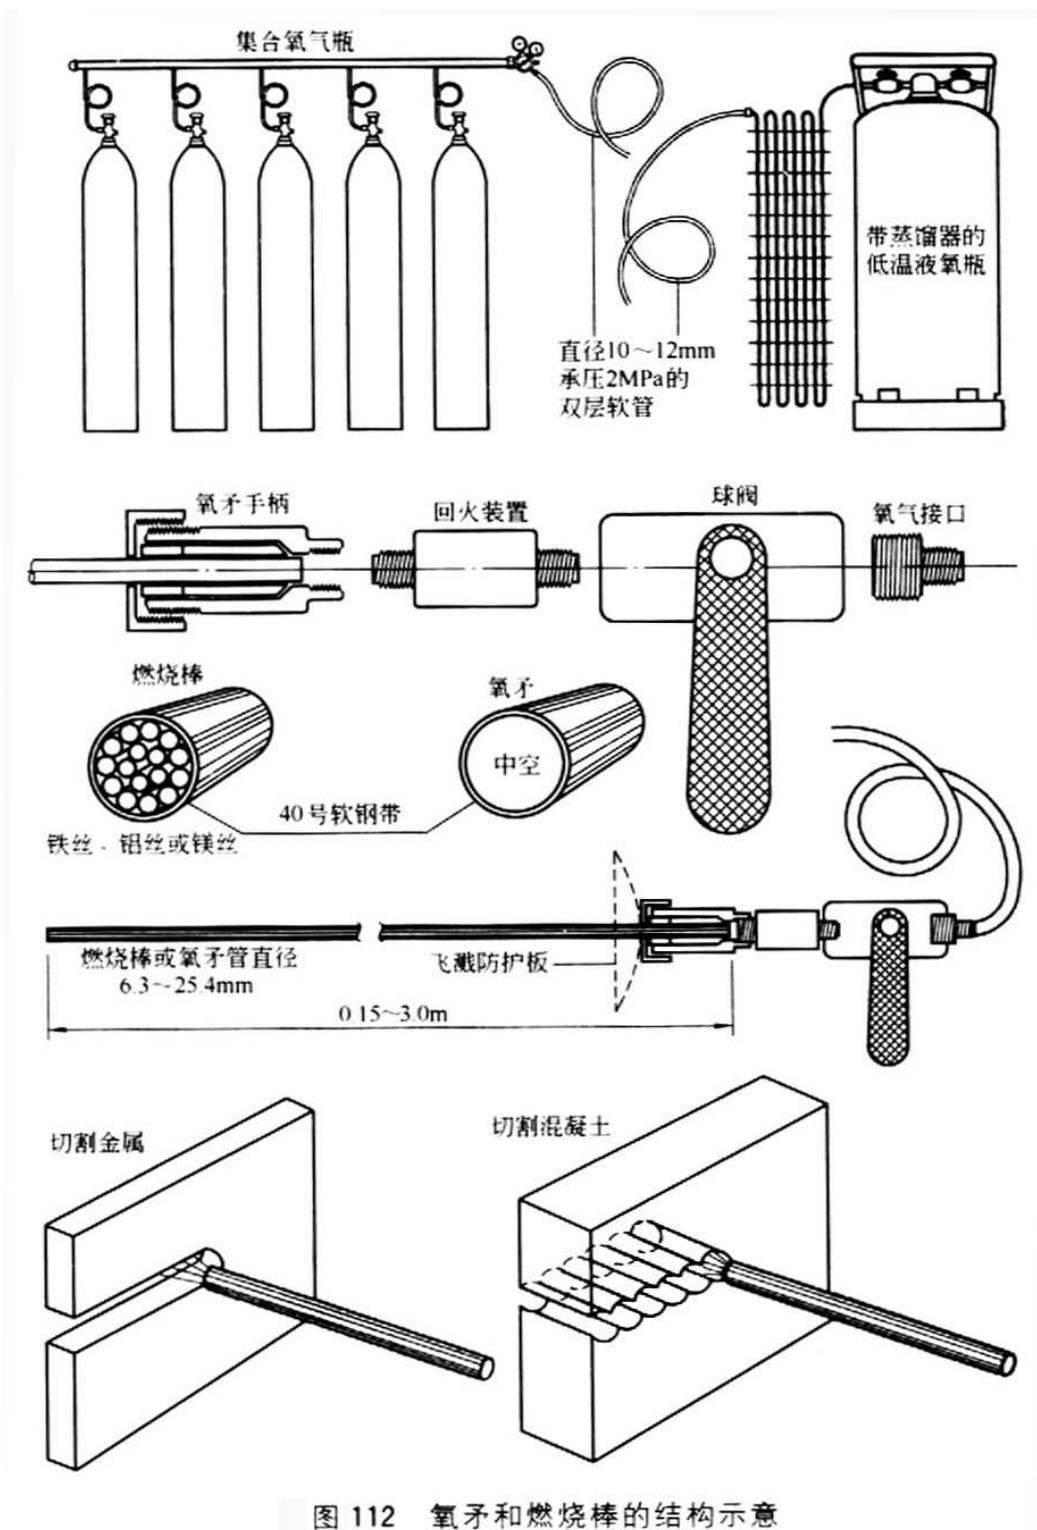

图 112 氧矛和燃烧棒的结构示意
① 氧气源，可以是集合氧气瓶，也可以是带蒸馏器的液化氧气瓶，氧气瓶用来提供切割所需的大量氧气，单个氧气瓶不能满足使用要求；
② 在 **1MPa** 气压下 **6800L/h** 以上输出能力的大容量氧气减压器；
③ 氧矛导管，直径不小于 **10mm**；当导管长度超过 **30m** 时，导管直径为 **13mm**；
④ 氧矛，典型的 **40** 号黑钢管，根据需要氧矛直径为 **4.7~25.4mm**；氧矛管的长度一般约为 **3m**，并可在 **1~7m** 之间调整；
⑤ 球形阀门和其他构件，组成氧矛的手柄将阀门与氧矛管连接起来，有时需设有防热和防火花装置，氧矛和燃烧棒的结构示意如图 112。
氧矛和燃烧棒在切割金属时都是连续切割，但在切割混凝土、砖石建筑和高熔点材料时，要像链状钻孔一样在材料上熔化出一系列的长孔来完成切割，如图 112 所示。